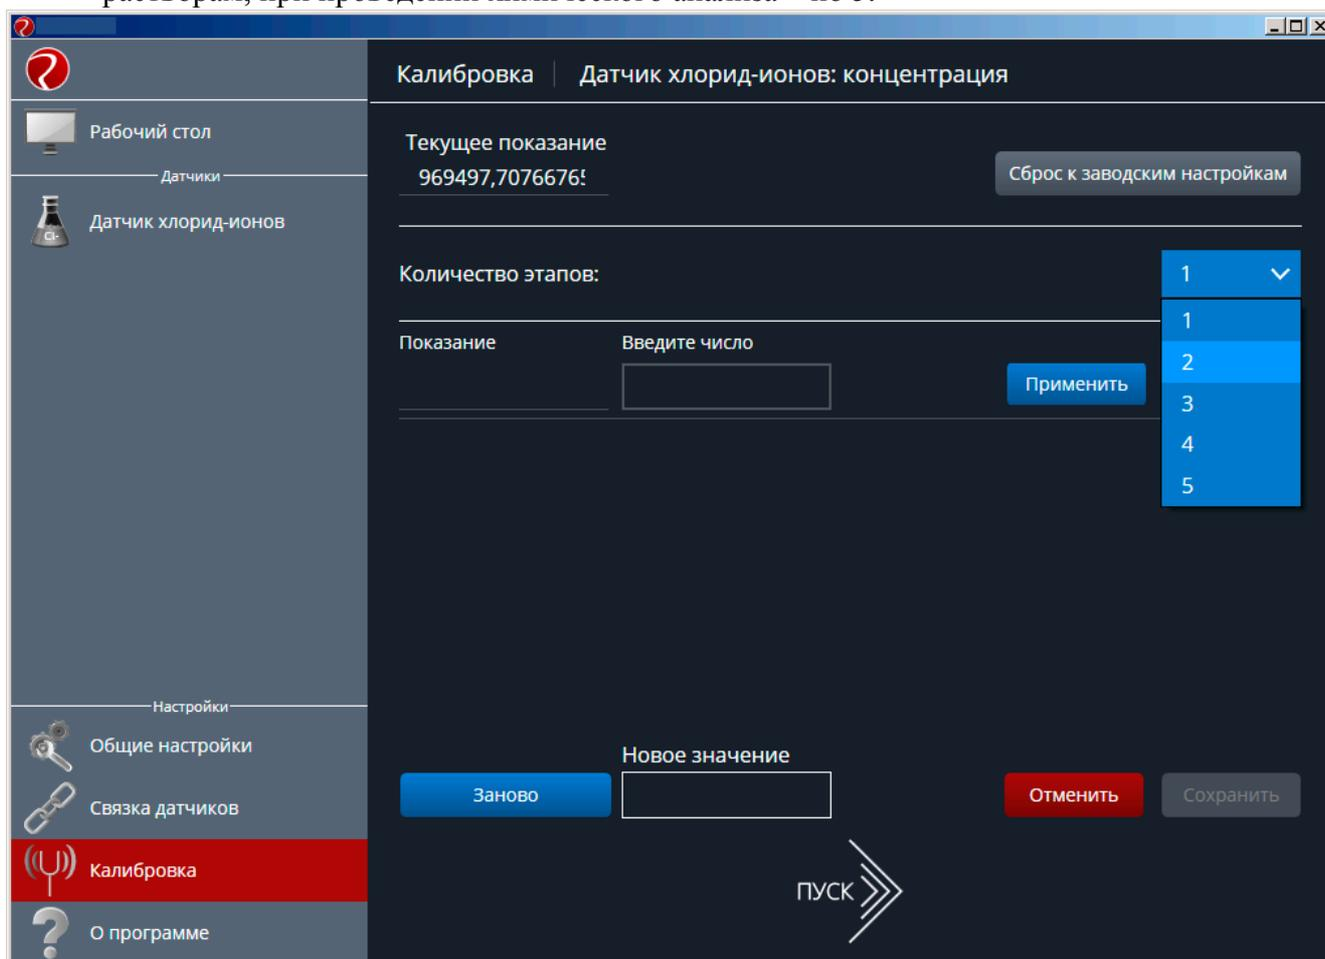

Рисунок 4 – Выбор количества этапов калибровки
- 8) Если пароль введен верно, на экране появится окно калибровки датчика (рис. 4). С помощью выпадающего списка в меню «Количество этапов» необходимо выбрать число калибровочных растворов, на основании которых будет производиться калибровка параметров датчика хлорид-ионов (от 2 до 5). При проведении спланированного эксперимента рекомендуется проводить калибровку датчика по 2 – 3 калибровочным растворам, при проведении химического анализа – по 5.